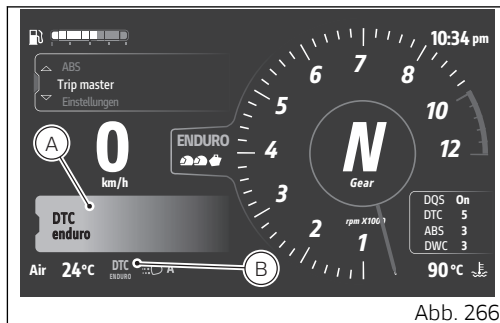
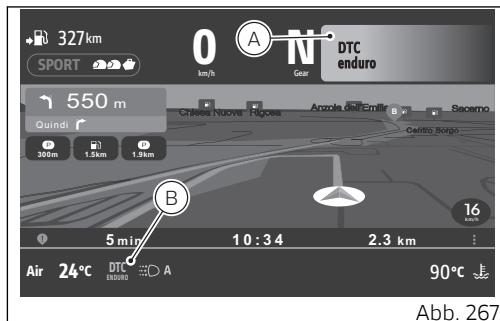

Abb. 266
Abb. 267
Die Warnungen oder aktiven Alarme werden in 2 Formaten angezeigt: groß (A) und klein (B). In diesen Abbildungen werden die jeweiligen Positionen auf der Hauptseite (Abb. 266) und auf der Seite Ducati Connect (Abb. 267) angegeben. In den folgenden Abbildungen sind die Warnungen links in Großformat und rechts im kleinen Format dargestellt.